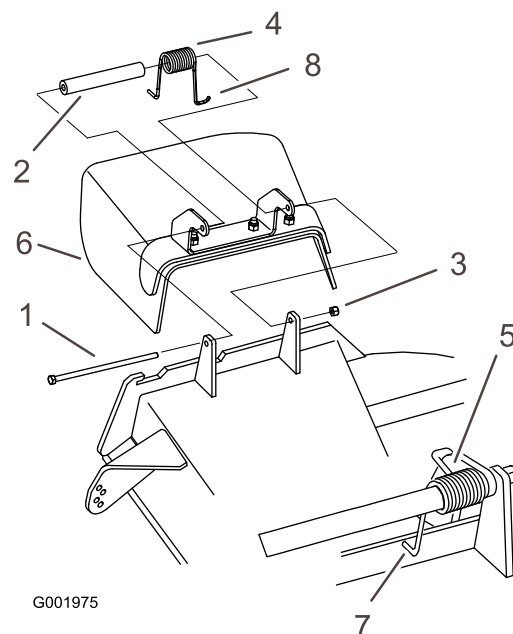

Figura 89
1. Retire la contratuerca, el perno, el muelle y el espaciador que sujetan el deflector a los soportes de pivote (Figura 89).
- Nota:** Asegúrese de colocar un extremo con gancho en J del muelle detrás del reborde de la carcasa antes de instalar el perno, según se muestra en Figura 89.
6. Coloque 1 extremo en J del muelle alrededor del deflector de hierba (Figura 89).